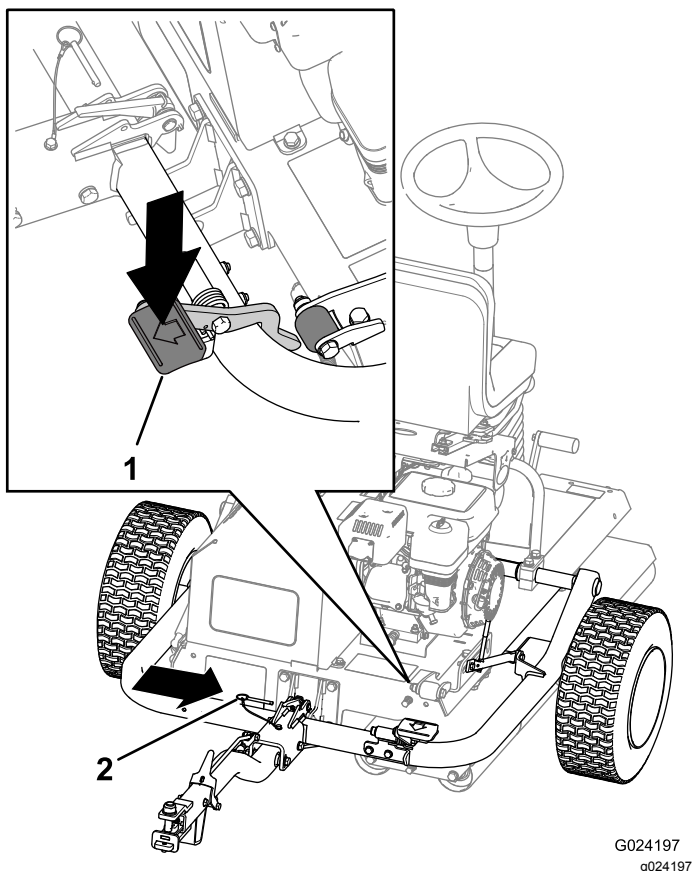

Bild 8
6. Treten Sie auf das Anbauvorrichtungspedal, bis die Anbauvorrichtung einrastet (Bild 8).